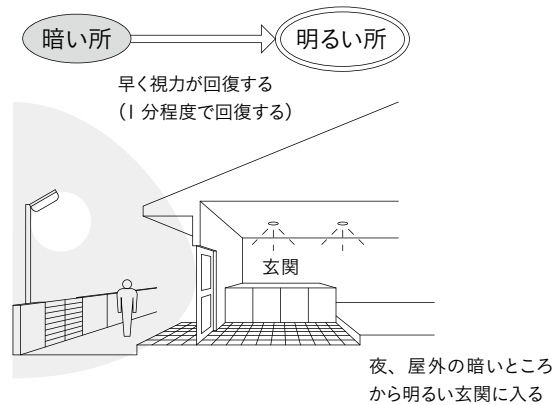

図 2 明順応
(1) 明順応と暗順応
- ① 明順応とは、暗い場所から明るい場所に入ったときに、人間の目がその明るさに順応することをいう [図 2]。